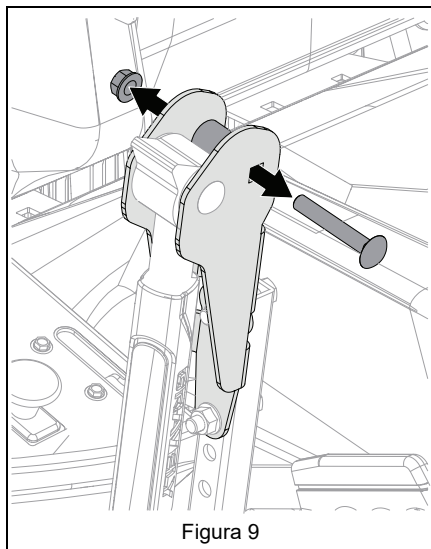

Figura 9
7. Quite la tornillería que sujeta el espaciador excéntrico. Consulte Figura 9.